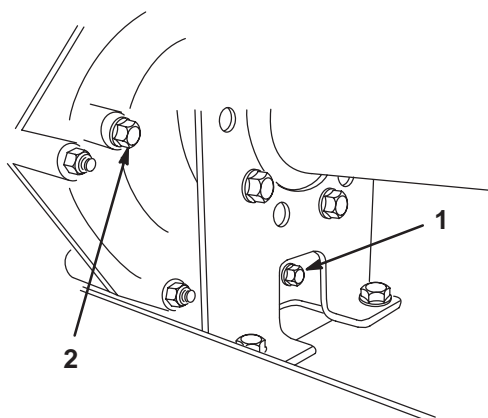
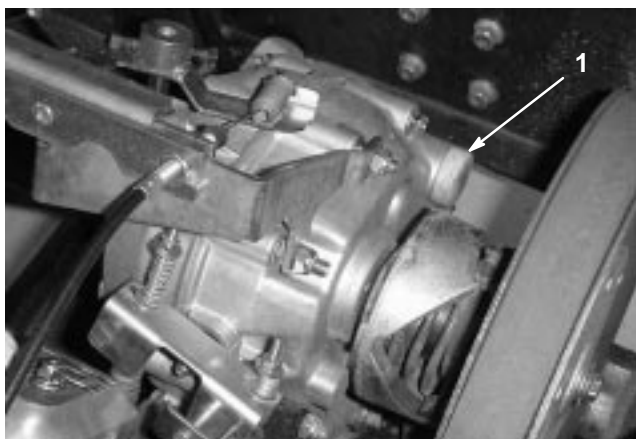

Bild 40
Bild 41
2. Entfernen Sie die Verschlusschraube aus der rechten Seite des Reservoirs (Bild 40) und lassen die Flüssigkeit in ein Auffanggefäß ablaufen. Schrauben Sie die Verschlusschraube wieder fest ein, wenn keine Flüssigkeit mehr ausströmt.
3. Füllen Sie das Reservoir (Bild 41) mit ca. 1,4 l SAE 10W30 Motoröl oder so weit, dass der Ölstand die Unterseite des Prüflochs erreicht (Bild 40).